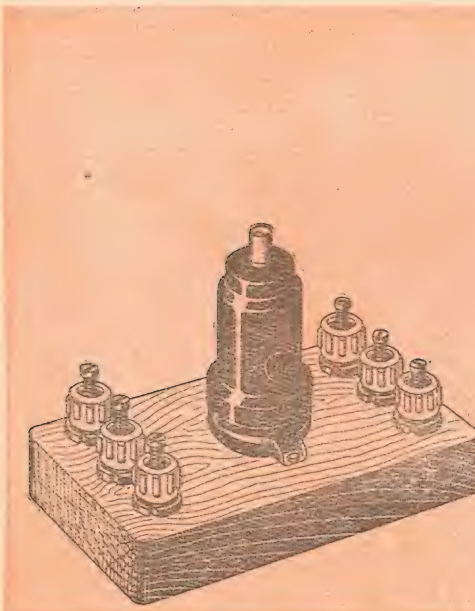

Рис. 3.
3. Электронная лампа 6К7 (рис. 3). Условное обозначение — L .